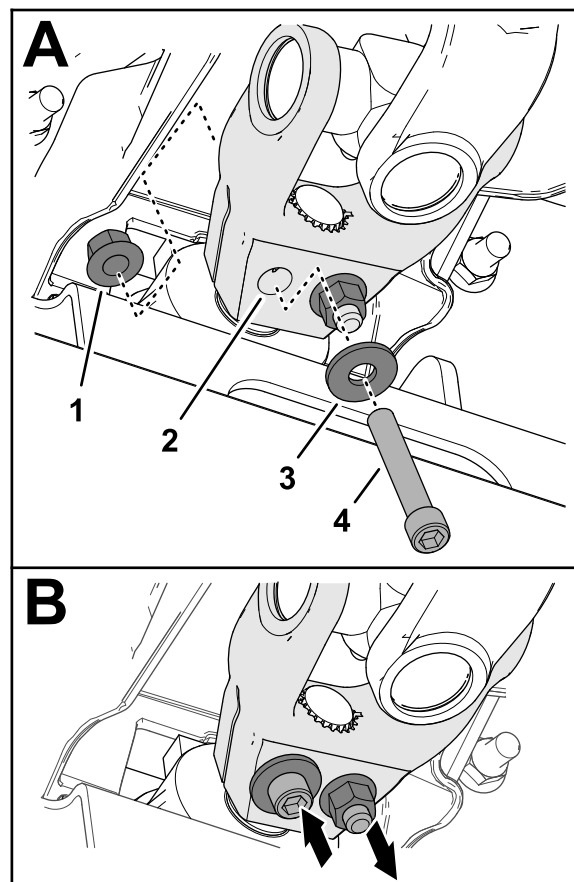

Figura 18
6. Montate un bullone senza dado a brugola ($\frac{3}{8}$ " x $2\frac{1}{4}$ ") attraverso una rondella ($\frac{3}{8}$ ") e il foro nella forcella dell'albero di trasmissione (**Figura 18**), e fissate il bullone senza dado con un dado di bloccaggio flangiato ($\frac{3}{8}$ ").
7. Montate un bullone senza dado a brugola ($\frac{3}{8}$ " x $2\frac{1}{4}$ ") attraverso una rondella ($\frac{3}{8}$ ") e il foro nella forcella dell'albero di trasmissione dalla direzione opposta (Figura 18), e fissate il bullone senza dado con un dado di bloccaggio flangiato ($\frac{3}{8}$ ").